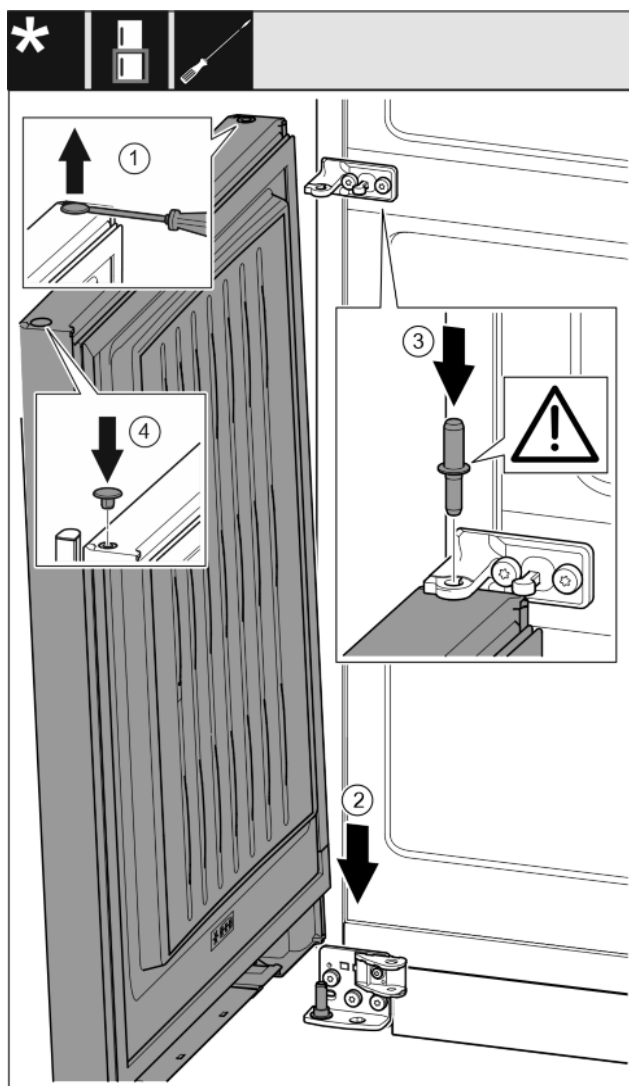

Fig. 32
- ▶ Осторожно приподнимите шлицевой отверткой заглушку и извлеките ее. Fig. 32 (1)
- ▶ Установите дверь сверху на нижний опорный палец. Fig. 32 (2)
- ▶ Вставьте середину опорного пальца через средний опорный кронштейн в нижнюю дверь. При этом следите за тем, чтобы выступ фиксатора был направлен назад. Fig. 32 (3)
- ▶ Снова вставьте заглушку с другой стороны. Fig. 32 (4)